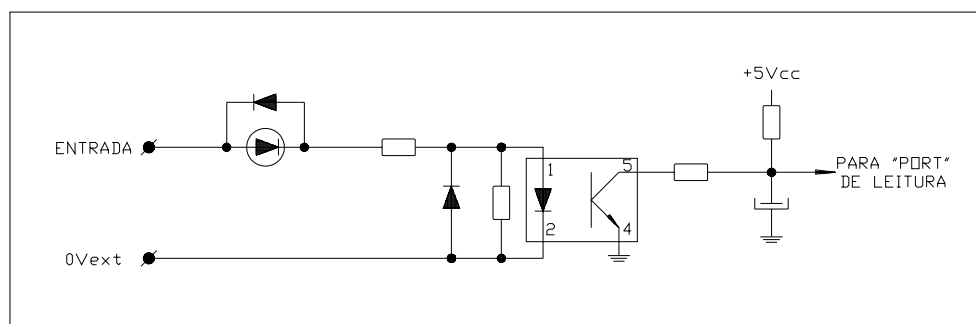

Figura 7 – Entrada Tipo P
- **Entrada Tipo P:** A comutação é executada quando o dispositivo externo aplica o pólo positivo da fonte na entrada digital. A (figura 7) exemplifica um circuito de entrada digital tipo P.